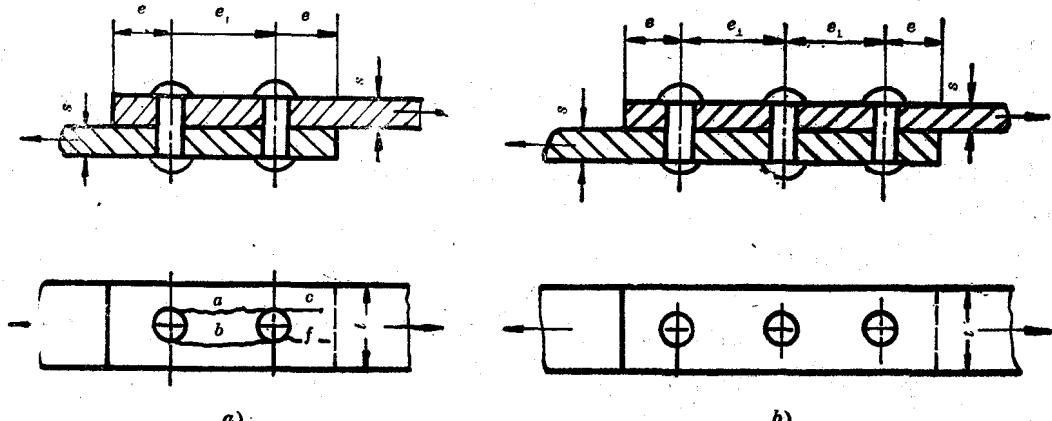

图 Z 1-1 例 1-1 的改进
(1) 采用两个铆钉(图 Z 1-1 a)，取 $t = 55 \text{ mm}$, $S = 7 \text{ mm}$, (例 1-1 中求得的)
(2) 采用两个铆钉(图 Z 1-1 a), 并按等强度计算求各部分尺寸。
(3) 采用 3 个铆钉(图 Z 1-1 b)，并按等强度设计可进一步提高铆接接头效率，请读者自己计算。(计算结果 $d = 11 \text{ mm}$, $S = 4 \text{ mm}$, $t = 74 \text{ mm}$, $e_1 = 24 \text{ mm}$, $e = 18 \text{ mm}$, $\eta = 85.1\%$)
(4) 请考虑能否进一步增加铆钉数以提高铆接接头效率？有什么限制？